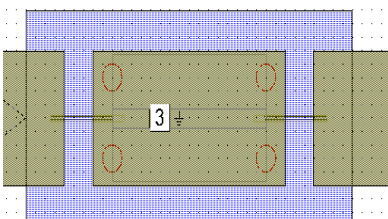

Рис. 84
5. Щёлкните по значку **Edge Port** на панели инструментов и добавьте порт, как показано на рис. 84.